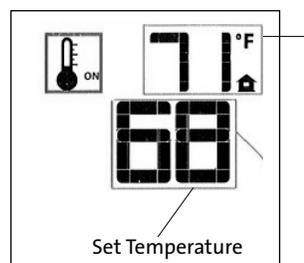

Figure 57. Thermostat activé («ON»).
- Pour activer cette fonction, appuyez sur la touche «Thermostat». L'afficheur indiquera que le thermostat ambiant est activé («ON») et le réglage de température actuel est maintenant affiché. Fig. 57.